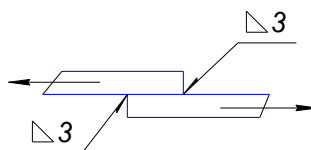

Рис. 6
6. Проверить прочность сварного соединения листов (рис. 6). Дано: $Q=10^4$ Н – нагрузка, $L=200$ мм – длина сварных швов, $[\sigma]=100$ МПа – допускаемое напряжение для материала шва.